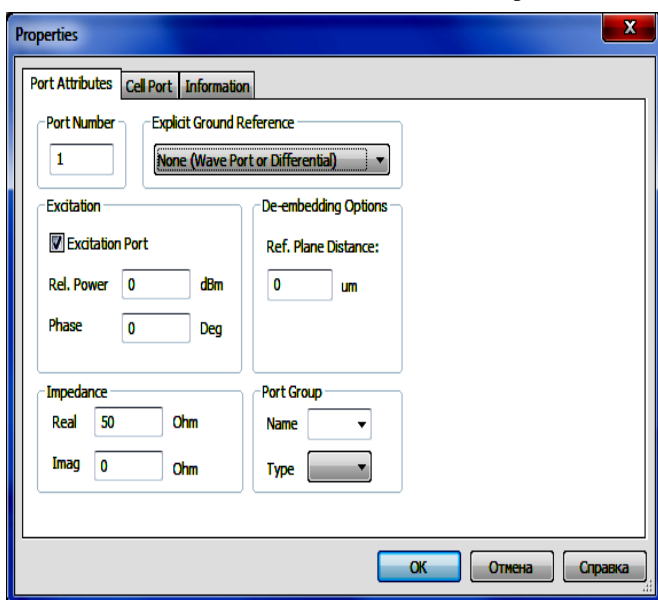

Рис. 34
2. В открывшемся окне **Properties** (рис. 34) на вкладке **Port Attributes** в поле **Explicit Ground Reference** введите **None (Wave Port or Differential)** и нажмите **OK**.